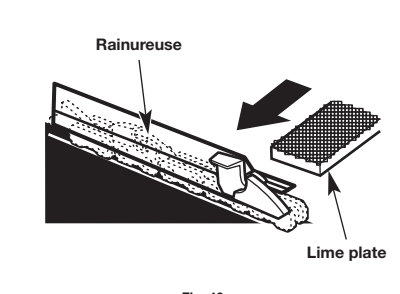
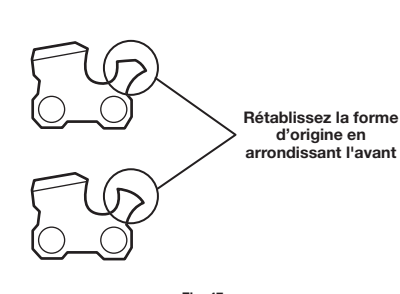

Fig. 46
Fig. 47
- Utilisez une lime plate et une rainureuse pour diminuer l’épaisseur uniformément (Fig. 46). Utilisez une rainureuse de 1/32 pouce (0,6 mm). Après avoir abaissé chaque profondeur de jauge, rétablissez la forme d’origine en arrondissant l'avant (Fig. 47). Faites attention de ne pas endommager les maillon-guides adjacents avec le bord de la lime.